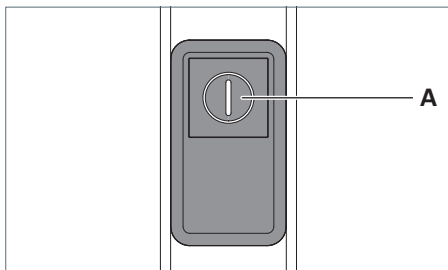

Fig. 33: Bedienelement.
- Drücken Sie die Taste **A** sieben Mal schnell hintereinander, siehe Fig. 33.
- Drücken Sie die Taste **A**, siehe Fig. 33. oder
- Drücken Sie die Taste **A** und halten Sie diese Taste gedrückt, siehe Fig. 33. oder